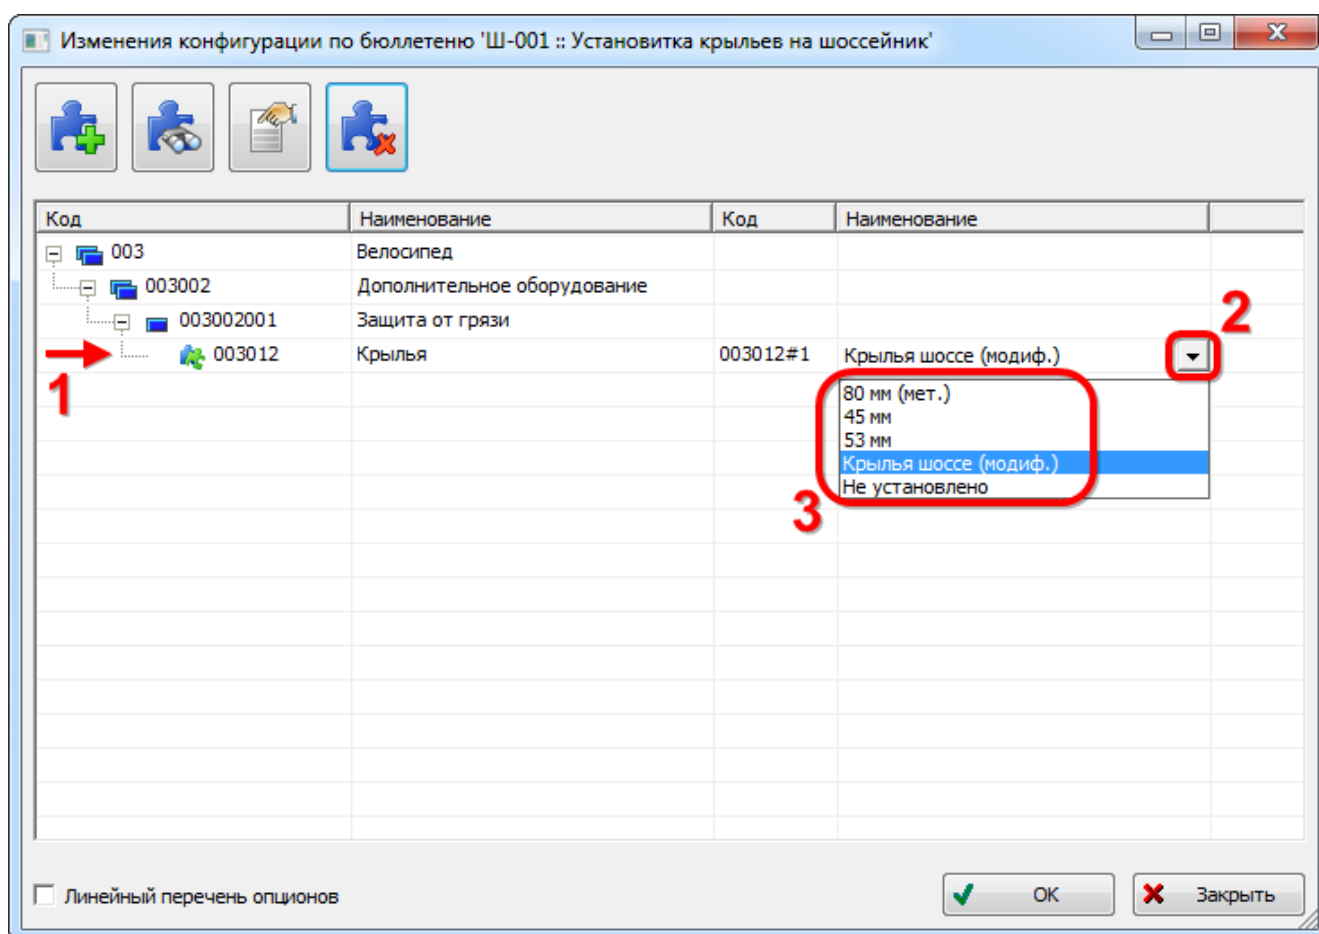

Рис. 13-515 – Настройка значений опционов
6) После этого откроется окно «Выбор опционов» (рис. 13-515). Работа с окном «Выбор опционов» описана на стр. 423.